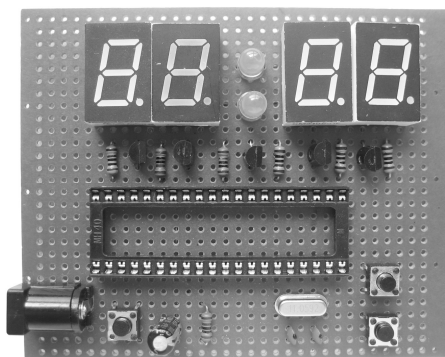

图 6-15 数字时钟电路装接图
- ① 按图 6-15 所示电路原理图在万能实验板中绘制电路元器件排列布局图;
- ② 按布局图依次进行元器件的排列、插装;
- ③ 按焊接工艺要求对元器件进行焊接,背面用 $\phi 0.5 \sim \phi 1\text{mm}$ 镀锡裸铜线连接,直到所有的元器件连接并焊完为止。
数字时钟电路装接图如图 6-15 所示。